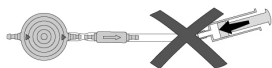

Fig. 19: Éviter une mise sous pression
- ▶ **Il faut éviter une mise sous pression à l'aide d'une seringue à usage unique, aussi bien à l'extrémité proximale qu'à l'extrémité distale (Fig. 19).**